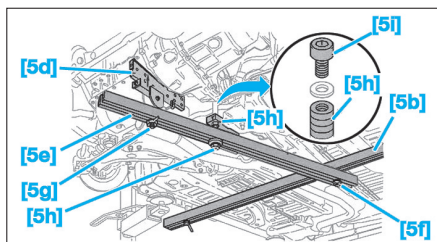

Fig. 6
- Serrer la vis (11).
- à l'aide de la vis [5g], le support [5d] de l'outil [5] sur la barre longitudinale [5e] de l'outil [5] (Fig.6),